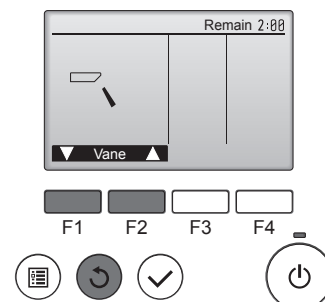

Fig. 9-5
- 2 Нажмите кнопку [ВЫБОР] для отображения экрана работы жалюзи, затем нажмите кнопку [F1] и [F2] для проверки автоматического режима работы жалюзи. (Fig. 9-5)